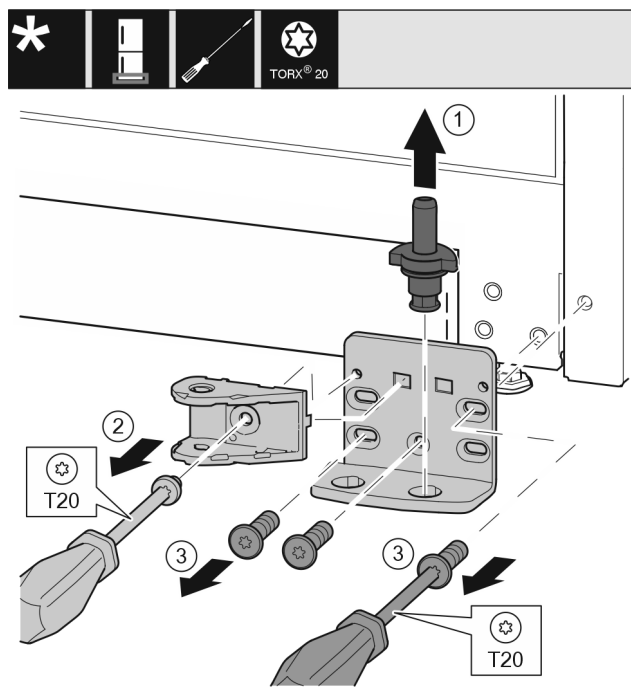

Fig. 41
- Estrarre completamente verso l'alto i perni di supporto Fig. 41 (1).
- Svitare la vite con un cacciavite Fig. 41 (2) e rimuovere il collegamento dell'ammortizzatore di chiusura.
- Svitare le viti Fig. 41 (3) con un cacciavite e rimuovere il blocco di supporto.